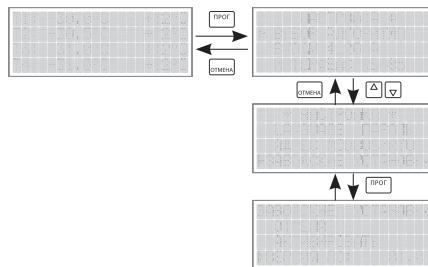

Рис. 26.
7. Зайти в пункт меню «**Заводские установки**» и установить курсор на «выбор версии», Рис. 26;